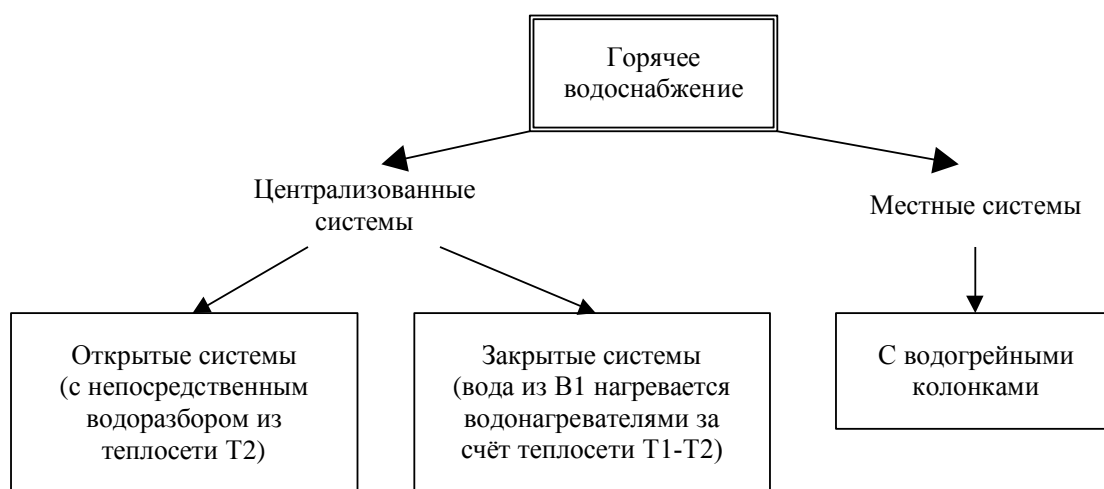

Рис. 7
Классификация горячего водопровода Т3-Т4 по расположению источника тепла показана на рис. 7.
Необходимо отметить, что наружных сетей горячего водопровода обычно не прокладывают, то есть горячий водопровод Т3-Т4 — это типично внутренний водопровод. Классификация, показанная на рис. 7 отражает тот факт, что централизованно или местно решается расположение источника тепла. В крупных и средних городах тепло несут наружные водяные теплосети Т1-Т2 и заводят тепло в здания отдельными вводами Т1-Т2. Это централизованные системы теплоснабжения. В малых городах и населённых пунктах источник тепла находится в доме или квартире — это домовая котельная или водогрейная колонка, работающая на газе, мазуте, нефти, угле, дровах или электричестве. Это местная система.
*Открытая* система горячего водопровода (см. рис. 7) берёт воду из обратного трубопровода теплосети Т2 непосредственно, напрямую, и далее вода поступает по трубе Т3 к смесителям в квартиры. Такое решение горячего водоснабжения не самое лучшее с точки зрения обеспечения питьевого качества горячей воды, так как вода идёт фактически из системы водяного отопления. Однако такое решение весьма недорогое. Таким способом, например, снабжается большинство зданий правобережья г. Омска.
*Закрытая* система горячего водопровода (см. рис. 7) берёт воду из холодного водопровода В1. Вода нагревается с помощью водонагревателей-теплообменников (бойлеров или скоростных) и поступает по трубе Т3 к смесителям в квартиры. Часть неиспользованной горячей воды циркулирует внутри здания по трубопроводу Т4, что поддерживает постоянную необходимую температуру воды. Источником тепла для водонагревателей служит подающая труба теплосети Т1. Такое решение горячего водоснабжения уже лучше с точки зрения обеспечения питьевого качества горячей воды, так как вода берётся из системы хозяйственно-питьевого водопровода В1. Таким способом, например, снабжается большинство зданий левобережья г. Омска.